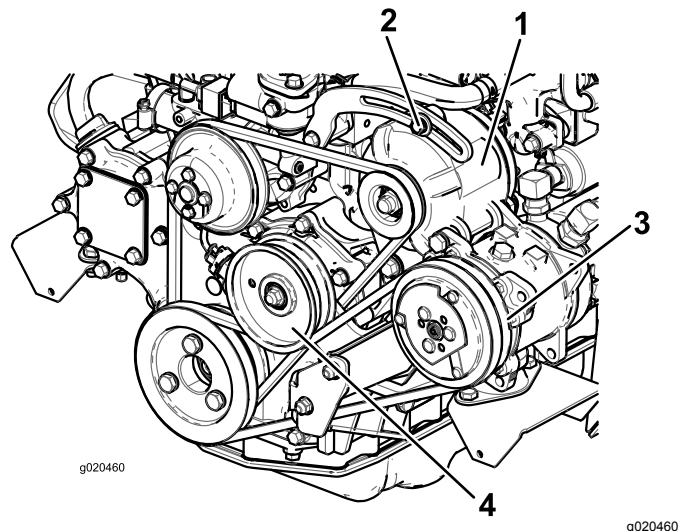

Figura 100
Se la flessione non è di 10 mm, allentate i bulloni di fissaggio dell'alternatore (Figura 100).
2. Se la flessione non è di 10 mm, allentate il bullone di fissaggio della puleggia tendicinghia (Figura 100).